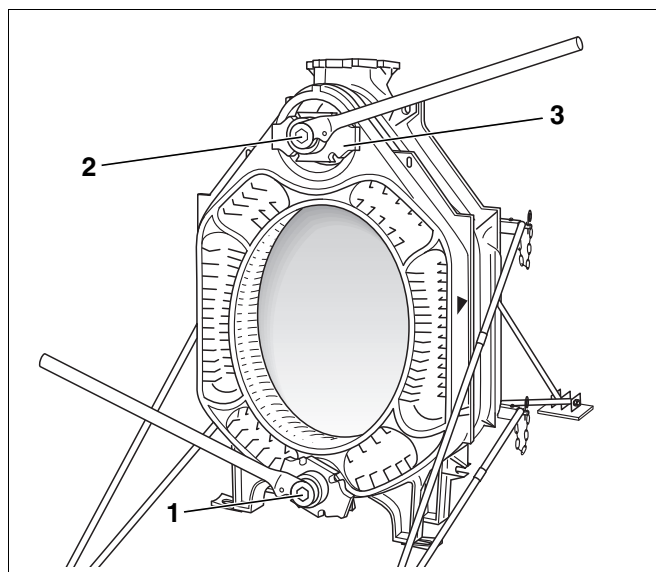

Fig. 19 Utilizarea presei de niplare
Se va utiliza presa de niplare, mărimea 2.2 sau 2.3 (fig. 4 respectiv fig. 5 și fig. 19, **poz. 1 și 2**).
- Flanșa (fig. 19, **poz. 3**) cu piulița de strângere se introduc pe tija presei (fig. 4, pagina 14 respectiv fig. 5, pagina 14, **poz. 4**).